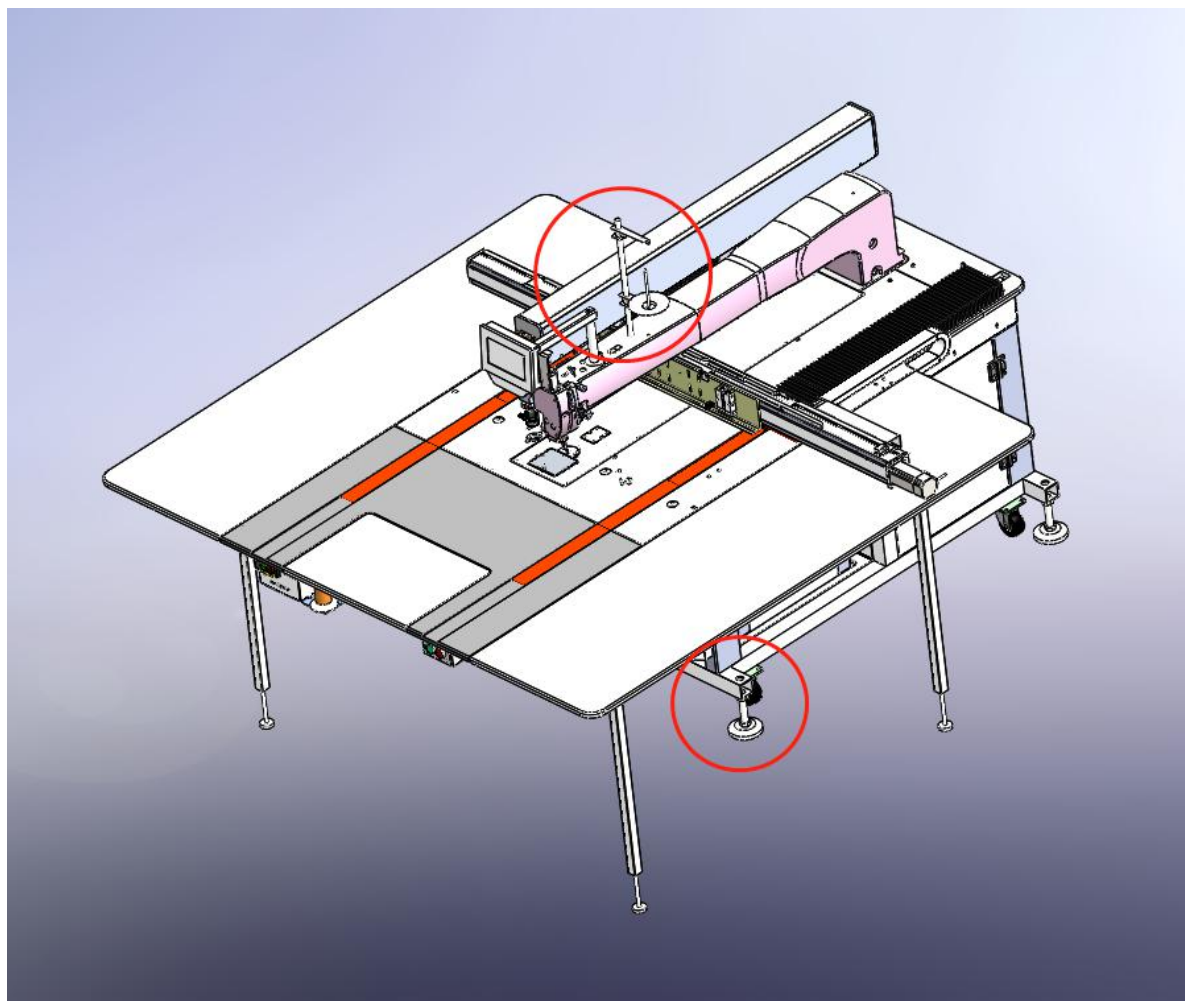

图 1-3 设备安装图
1)、调整设备的基本高度如图 1-3、1-4 和 1-5 所示。